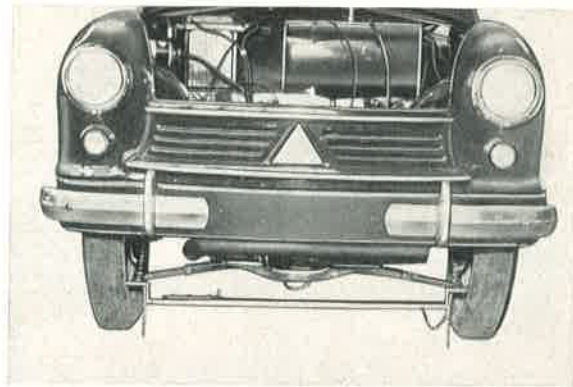

Bild 451: Das Spurmaß wird in der Höhe der herabhängenden Ketten zwischen die Vorderräder geklemmt.
3. Spurmaß so auf dem Reifen ansetzen, daß die Ketten gerade den Boden berühren (Bild 451).